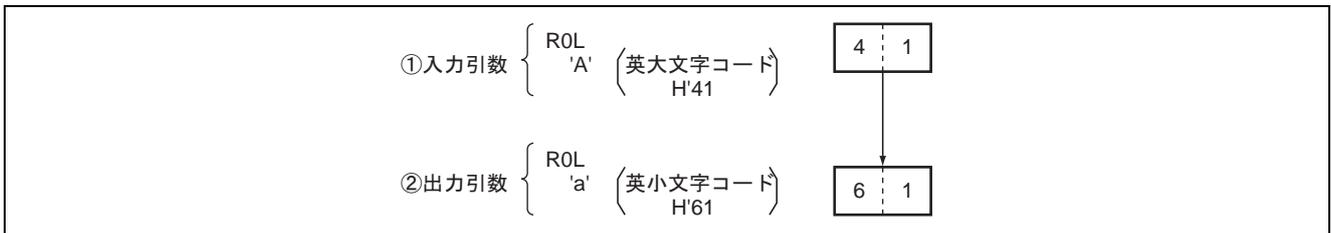

図 1 ソフトウェア TOLOWER の実行例
(2) 図 1 にソフトウェア TOLOWER の実行例を示します。